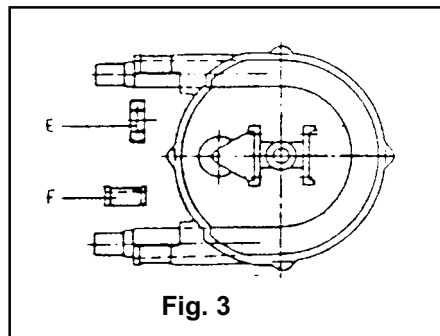

Fig. 3
3) Verificare la capacità di aspirazione. Una buona aspirazione si ottiene mediante una corretta taratura del rotore. Dopo la messa in marcia della pompa è possibile riscontrare il vuoto ponendo il palmo della mano sulla bocca aspirante ( Fig. 3 ). Per un controllo più preciso del valore del vuoto è necessario utilizzare sulla bocca aspirante un vuotometro ( V ).
3) Check the suction. A proper suction indicates a correct rotor calibration. After starting the pump, it is possible to check the vacuum by placing the palm of your hand on the suction branch (fig. 3) For a more precise check of the vacuum level, install a vacuum of the suction branch (V).
3) Posizionare il rullo come in Fig.3
3) Position the roller as indicated in Fig. 3. Loosen the clamps E and remove the hose lockings F